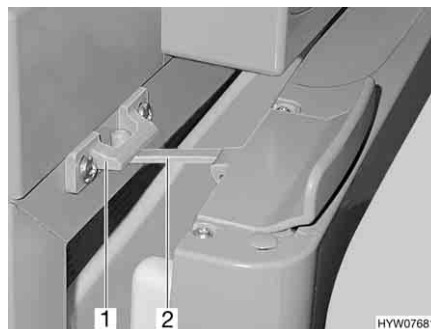

Fig. 97 Porta del frigorifero in posizione di ricircolo d'aria (Thetford)
■ Aprire il bloccaggio (Fig. 97,2) e innestarlo nella sede di bloccaggio (Fig. 97,1). In questo modo la porta del frigorifero rimane ferma in posizione socchiusa.